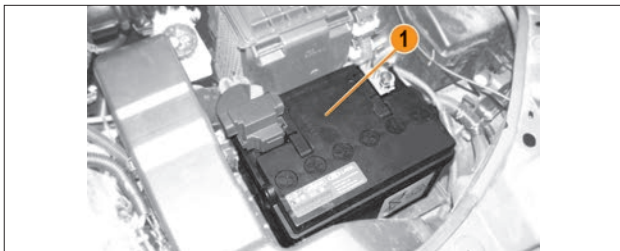

Рис. 6.10.1. Аккумуляторная батарея
**В варианном исполнении** аккумуляторная батарея **1** (рис. 6.10.1) имеет индикатор «глазок» плотности и уровня электролита. Состояние АКБ можно определить по его цвету: